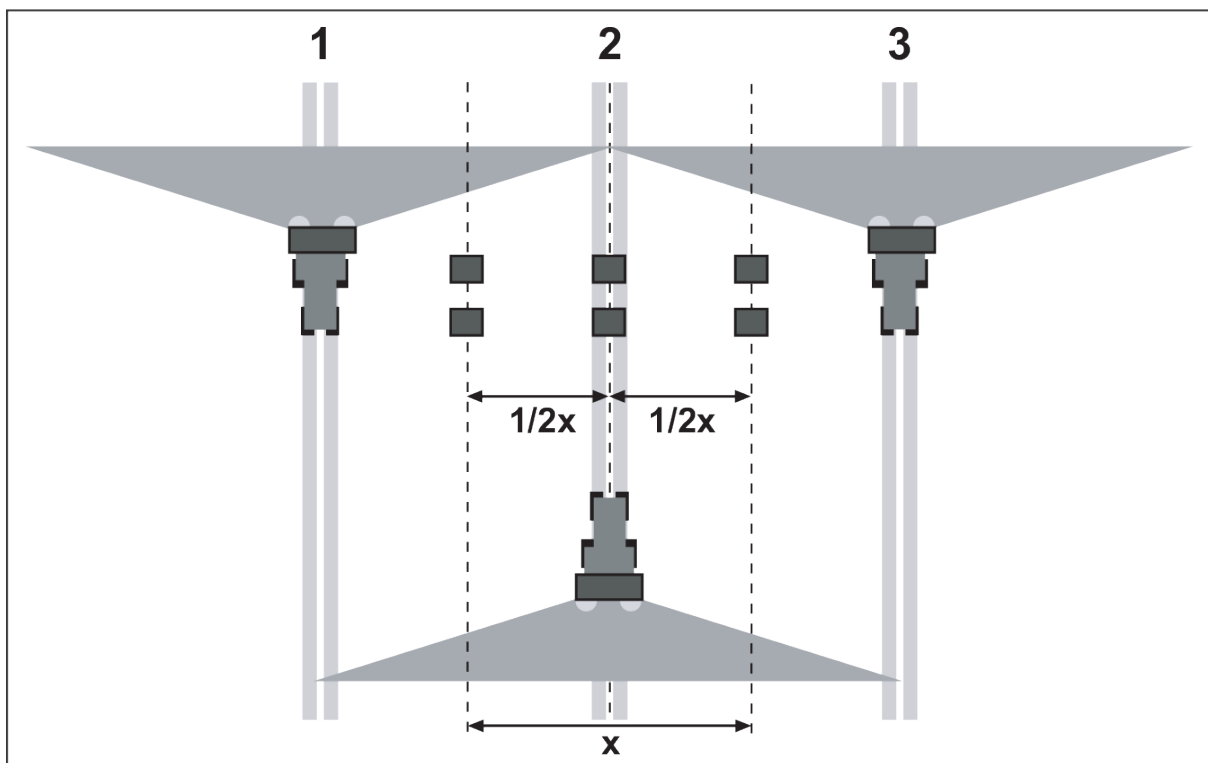

Рис. 54: Розстановка для трьох проходжень
- ▶ Установіть по два приймальні піддони на відстані **1 м** один від одного в зонах перекривання та середній колії руху (відповідно *Рис. 54*)